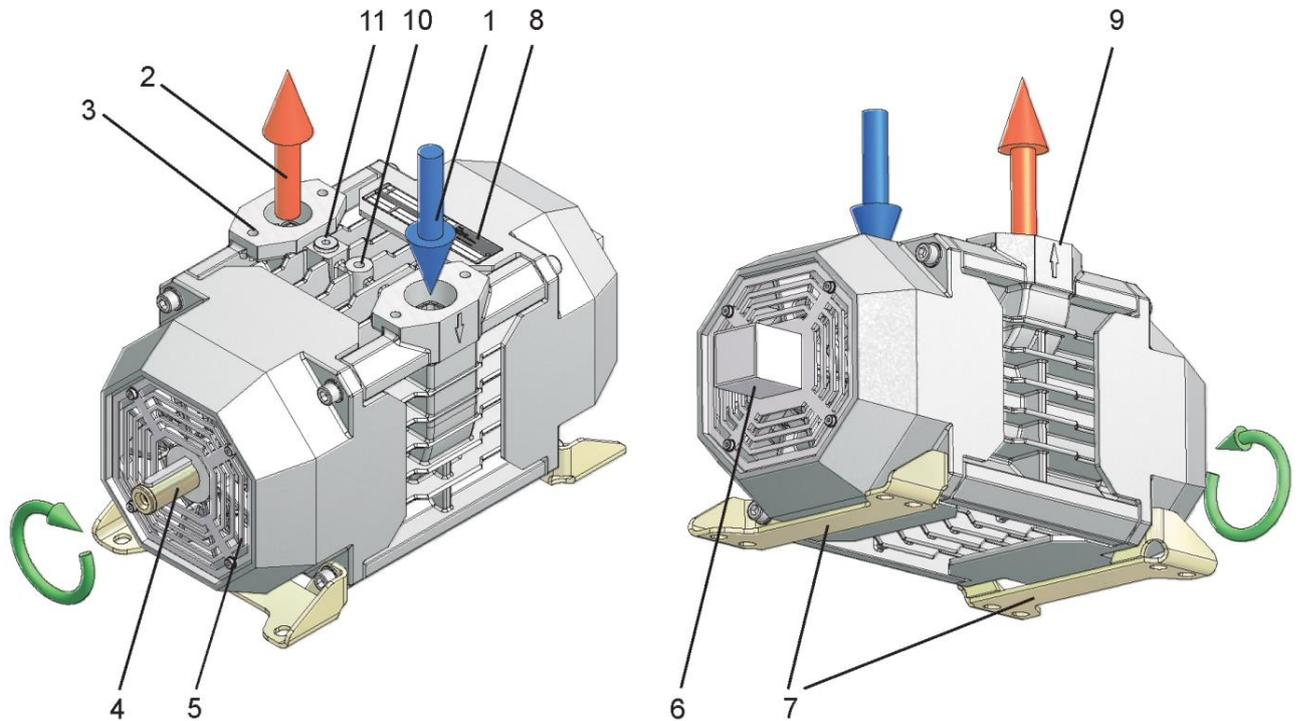

Fig. 2 : Structure
Pour modifier le sens de rotation, remplacer les grilles de protection d'arbre (voir Fig. 2, pos. 5 et pos. 6). Couple de serrage des 4 vis de fixation : 4,5 Nm.